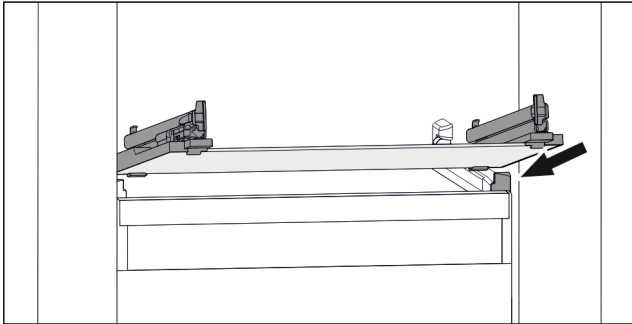

Fig. 94 Beispielhafte Darstellung der Glasplatte
- ▶ Glasplatte schräg hinter den Stopperrn aufsetzen. (zie Fig. 94)